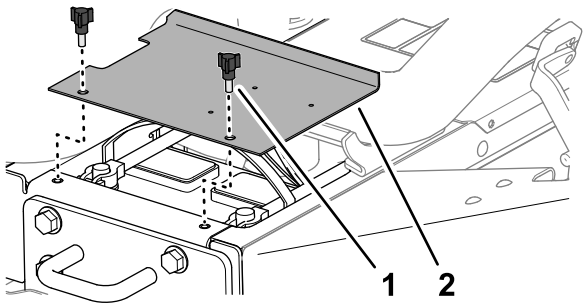

Figura 51
1. Rilasciate i fermi sul lato sinistro e sul lato destro del cofano (Figura 51).